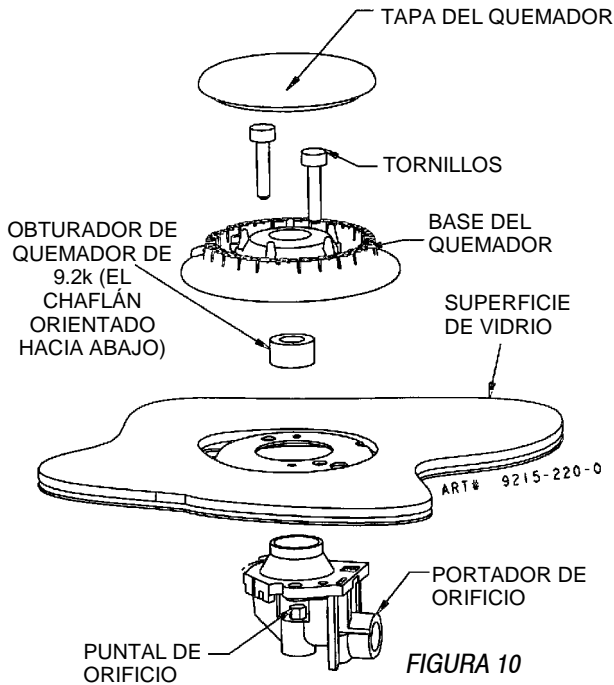

FIGURA 10
**Paso 6:** Coloque un obturador de quemador de 9.2k en los portadores de orificio derecho posterior e izquierdo delantero con el chaflán orientado hacia abajo. (Vea la figura 10.)